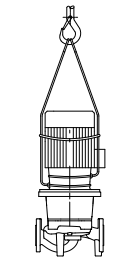

Fig. 29: Transporte da bomba
- Os olhais de transporte no motor só servem para guiar o suporte da carga (Fig. 29).